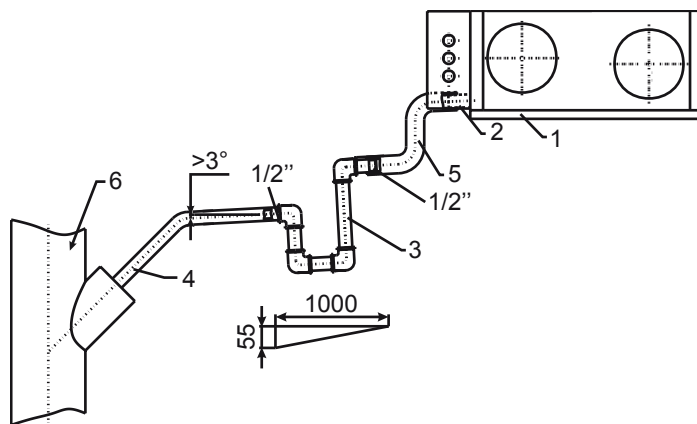

Рис. 2
После монтажа дренажной системы проверьте её работу, залив в поддон отвода конденсата 0,5 литра воды (сифон (3) должен быть постоянно заполнен водой). Если вода не вытекает из поддона, то устраните данную неисправность. Система отвода конденсата должна эксплуатироваться в помещениях с температурой воздуха выше 0°C , в противном случае необходимо покрыть тепловой изоляцией всю систему отвода конденсата от вентагрегата до канализационной трубы и проложить нагревательный элемент (в виде кабеля) под изоляцией. Схема отвода конденсата от вентагрегата показана на рис. 2.